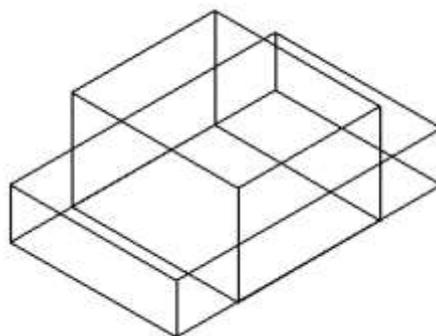

Рис. 100
6. Для создания объёма команда **Выдавить** (Extrude) из инструментальной панели **Тела** (Solids) или панели **Моделирование** (рис. 100).